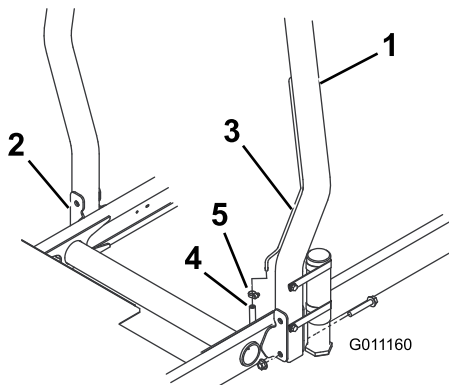

图12
1. 将翻车保护杆放低到主机安装架上，对齐安装孔。确保翻车保护杆上的排气管位于机器的左侧（图12）。
2. 用 2 个凸缘头螺栓和锁紧螺母将翻车保护杆的两侧固定到安装架上（图12）。上紧紧固件扭矩至  $81\text{N}\cdot\text{m}$ 。